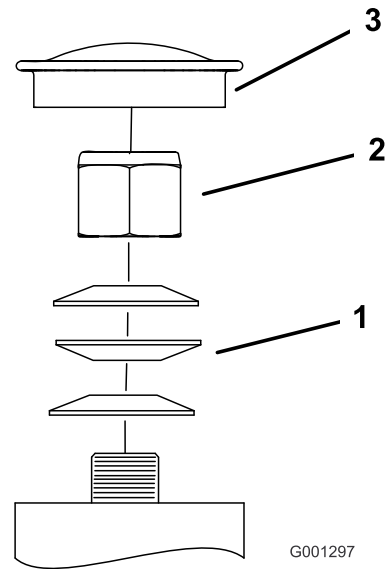

図 59
- キャスタからダスト・キャップを外してロックナットを締め付ける (図 59)。
- Tスプリング・ワッシャが平たくつぶれるまでロックナットを締め付け、その位置から1/4回転もどすと、ベアリングに対して適切な予負荷がかかる (図 59)。
重要 スプリング・ワッシャが図 59 に示すように正しく取り付けられていることを確認する。
- ダスト・キャップを取り付ける (図 59)。